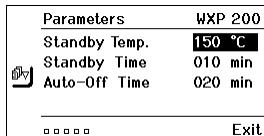

Afb. 11
1. Toetsen 4 en 1 of 4 en 2 tegelijk ingedrukt houden. Terwijl het toestel naar het parametermenu wisselt, verschijnt op het display de volgende aanwijstekst (zie ook afb. 11): "Wissel naar het parametermenu" "Toetsen ingedrukt houden".